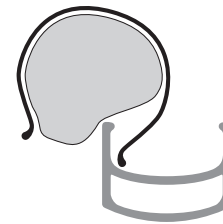

Abb. 14. Den ersten Reifenwulst in die Felge einsetzen.
4. Ziehen Sie den ersten Reifenwulst auf die Felge (Abb. 14). Beginnen Sie am Ventil.